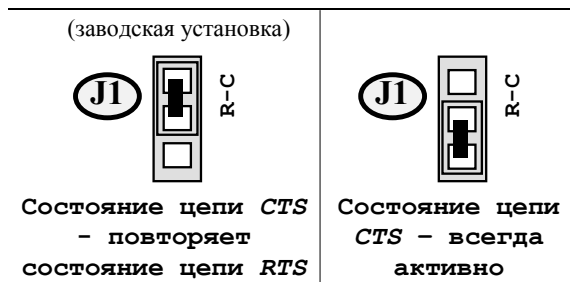

Рис. 8 Положение замыкателя на перемычке *J1*
**J1** Эта перемычка определяет работу выходной цепи CTS интерфейса RS-232. Положение замыкателя на перемычке *J1* приведено на Рис. 8.